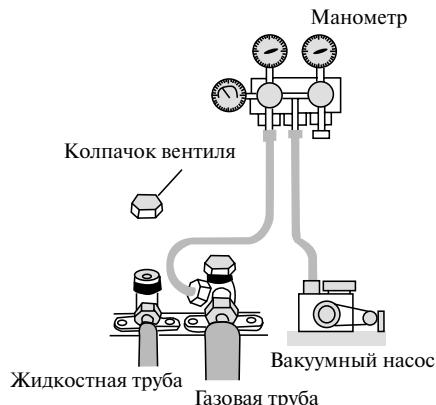

Рис. 8
- По возможности, удалите воздух и жидкость, оставшиеся в системе хладагента с помощью вакуумного насоса (см. рис. 8).